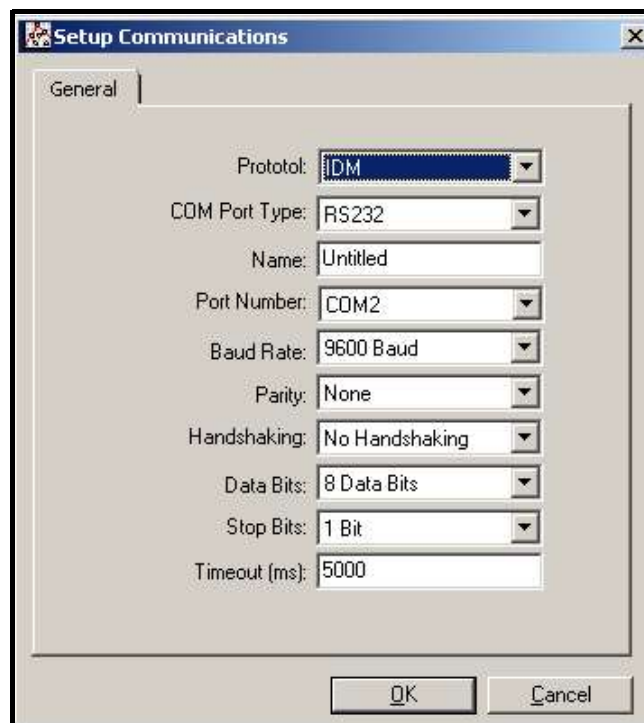

Figura 33: Pantalla de configuración de comunicaciones
5. Haga clic en la opción *Puerto de Comunicaciones* para seleccionarla. La pantalla de *configuración de comunicaciones* aparece de forma similar a la *Figura 33*.